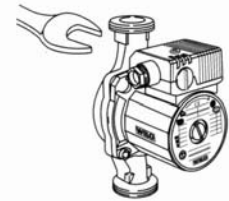

Fig. 3
- Beim Verschrauben der Pumpe in die Rohrleitung kann die Pumpe mit einem Maulschlüssel an den dafür vorgesehenen Schlüsselflächen gegen Verdrehen gesichert werden (Fig. 3).